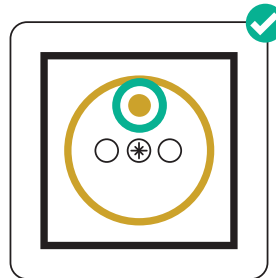
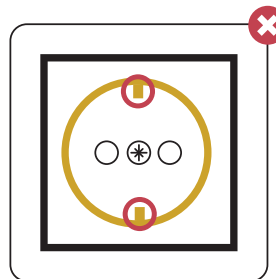

fig. 1
fig. 2
- Alle stopcontacten voorzien van een penarding zie fig. 1 (randaarding is verboden in België zie fig. 2) moeten ook effectief op de aardgeleider aangesloten zijn. Klasse 1 toestellen (wasmachine, droogkast, koelkast, diepvries, koffiezet, ...) mogen enkel aangesloten worden op een stopcontact met een aardingspen.